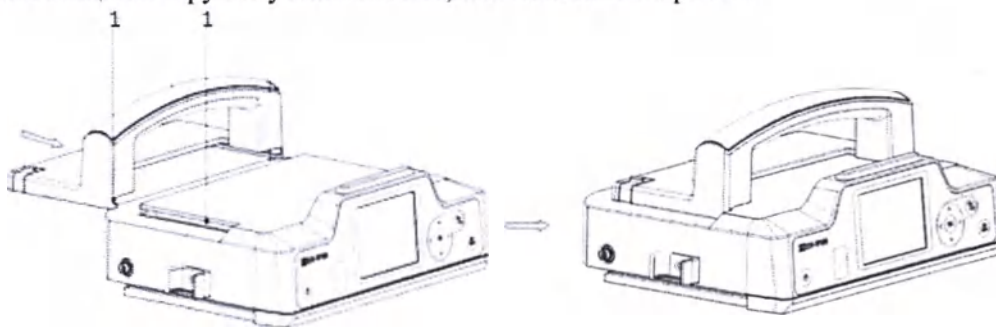

Рис. 9. Установка ручки для переноски.
С помощью направляющих (1) на верхней части корпуса блока управления стыковочной станции и в ручке установите ее, как показано на рис. 9.